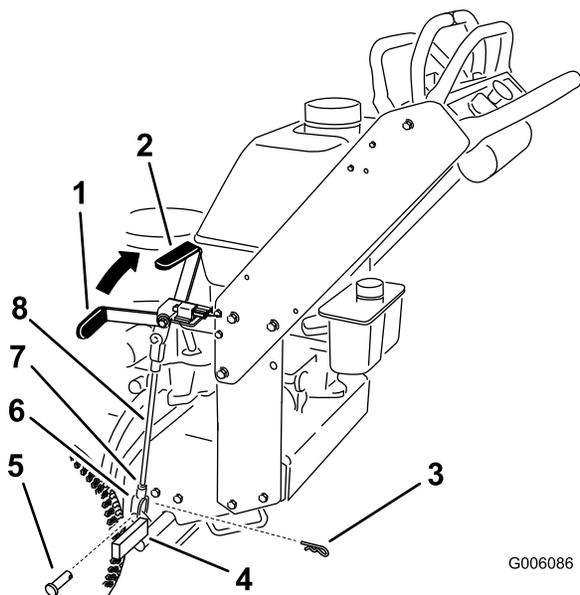

Figura 47
Nota: Cuando el freno está puesto, la palanca de freno debe estar en la posición de la 1 (Figura 47).
5. Afloje las contratueras superior e inferior (Figura 47).
6. Para ajustar el freno, retire el pasador de horquilla y el pasador de la palanca de freno inferior (Figura 47).
7. Gire la varilla del freno en las horquillas. Para apretar el freno, aumenta la distancia entre las horquillas. Para aflojar el freno, reduzca la distancia entre las horquillas (Figura 47).
8. Fije la horquilla a la palanca de freno inferior con el pasador de horquilla y el pasador (Figura 47).
9. Apriete las contratuercas superior e inferior (Figura 47).